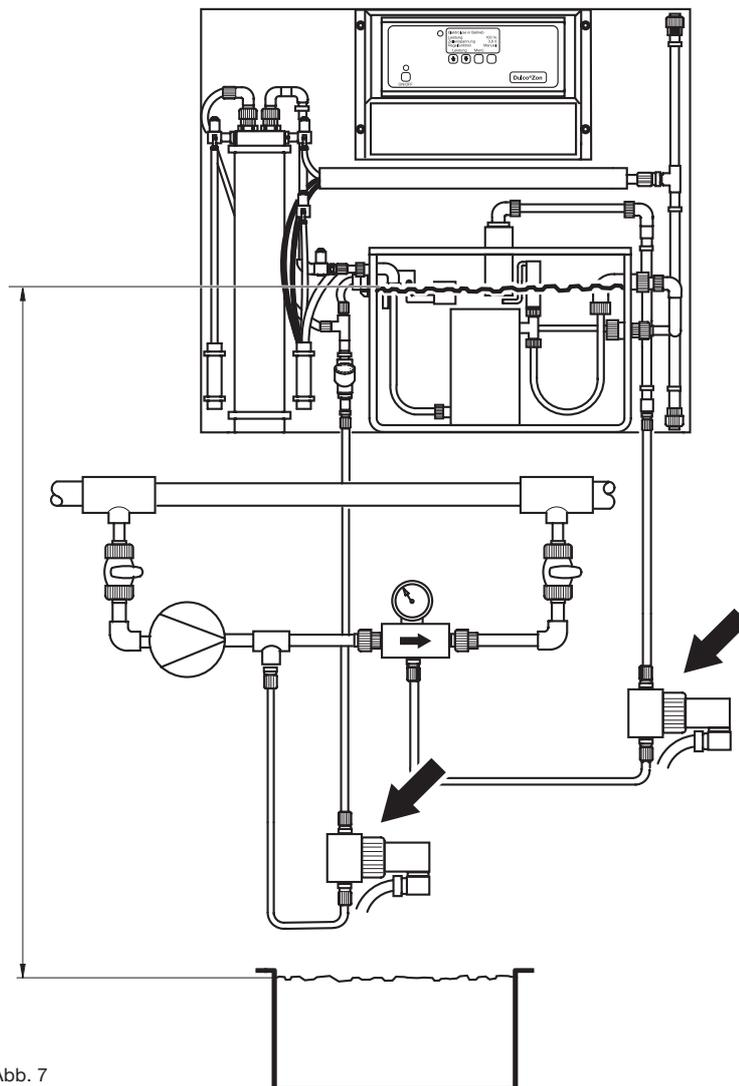

Abb. 7
- Wenn der Wasserspiegel der Schwimmerkammer über dem Wasserspiegel des Schimmbeckens liegt, muss man zwei Magnetventile gemäß Abb. 7 installieren! Andernfalls kann Luft in die Leitungen eindringen und die Treibwasserpumpe saugt nicht mehr an!